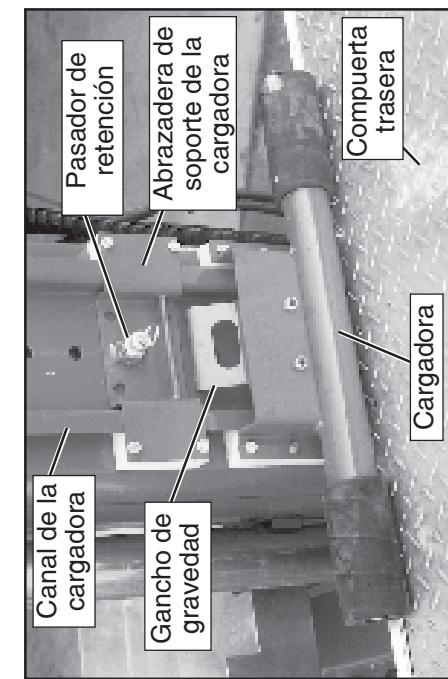

Figura 7: Cargadora en posición de carga
- Desconecte la toma de la caja de la batería y quite la caja de la batería de la parte trasera de la máquina (figura 7).
- Levante la abrazadera de apoyo de la cargadora y coloque el pasador de retención en el orificio superior del canal de la cargadora (figura 7).